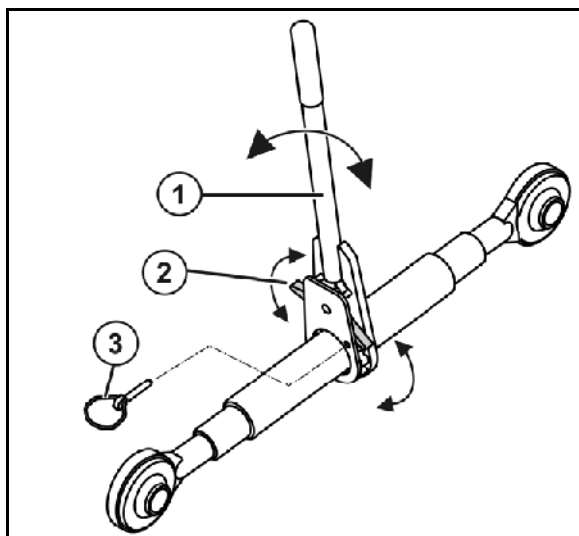

Fig. 36
1. Fjern splinten (Fig. 36/1).
2. Fest svingarmen (Fig. 36/2) i samsvar med ønsket dreieretning.
3. Forleng/forkort spindelen (Fig. 36/3) med sveiven.